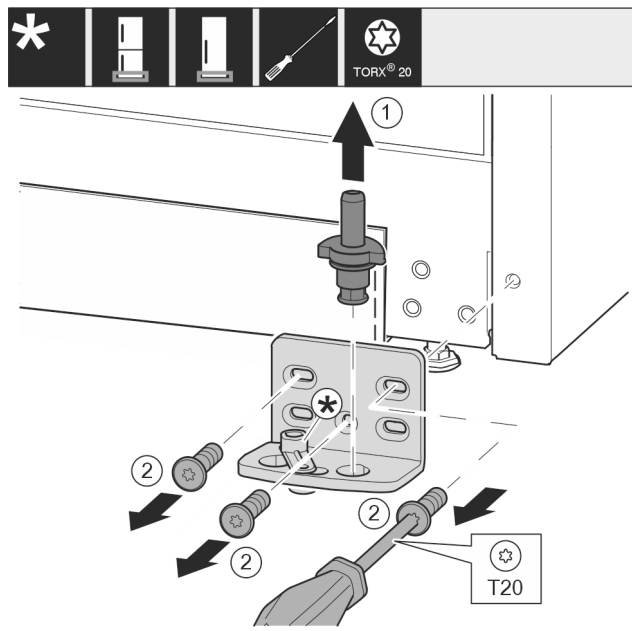

Fig. 16 *
- ▶ Extraiga el perno del cojinete Fig. 16 (1) por completo hacia arriba.*
- ▶ Desatornille los tornillos Fig. 16 (2) con un destornillador y retire el soporte del cojinete.*